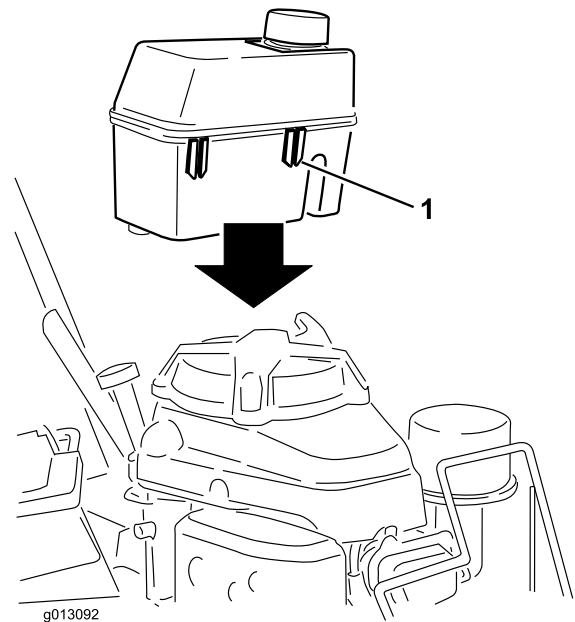

Bild 5
- Schieben Sie die Kunststoffclips an der Vorderseite des Kraftstofftanks in die Befestigung des Kraftstofftanks (Bild 5).